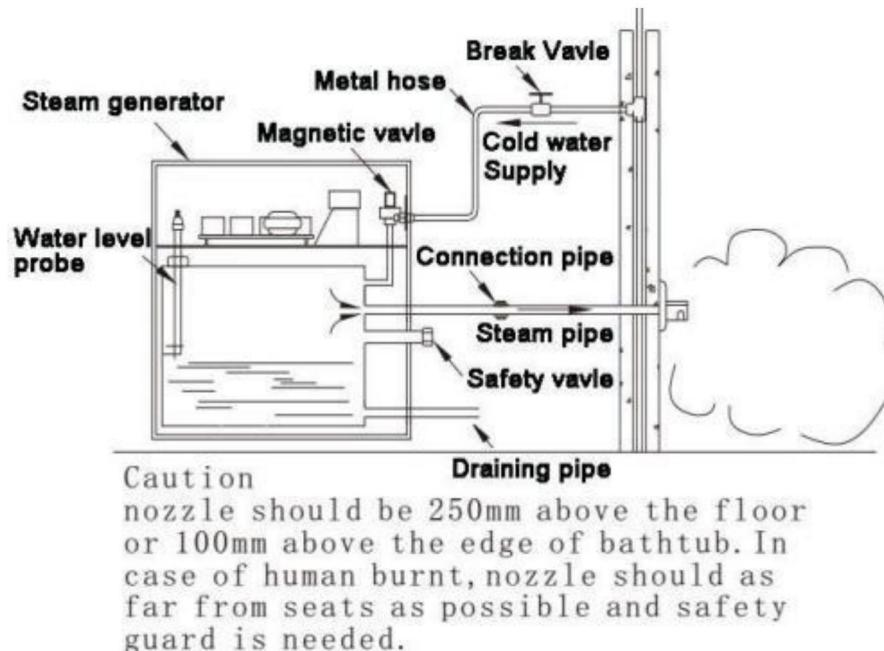

Figura 5 Instalación del sistema de tuberías del generador de vapor
1. La tubería de entrada de agua, una manguera de metal de 0,5 pulgadas de diámetro, conecta la entrada de agua del generador y la válvula del sistema de suministro de agua. (Figura 5)
(Se prohíbe el uso de tuberías de metal negro o tuberías galvanizadas en caso de oxidación y ensuciamiento de la pared). La tubería de vapor no debe tener más de 3 metros de largo. Si tiene más de 3 metros, se deben realizar algunos trabajos especiales para preservar el calor. (Figura 5)